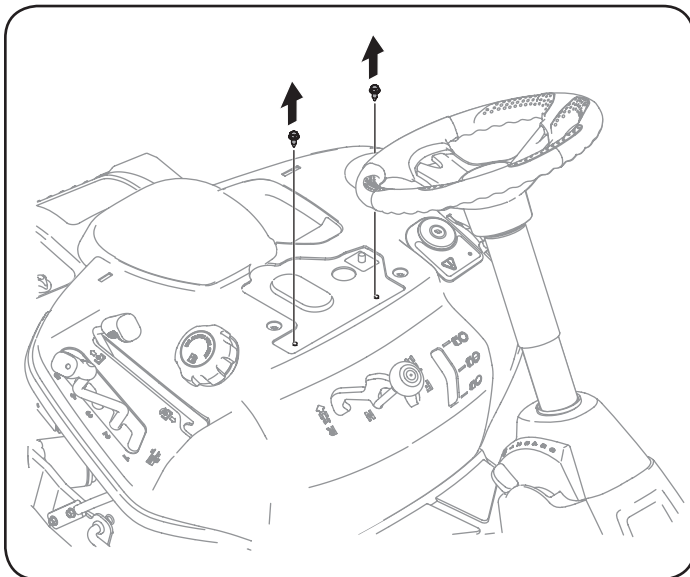

Figura 5
2. Extraiga los dos tornillos autorroscantes instalados en fábrica en el tractor. Vea la Figura 5.